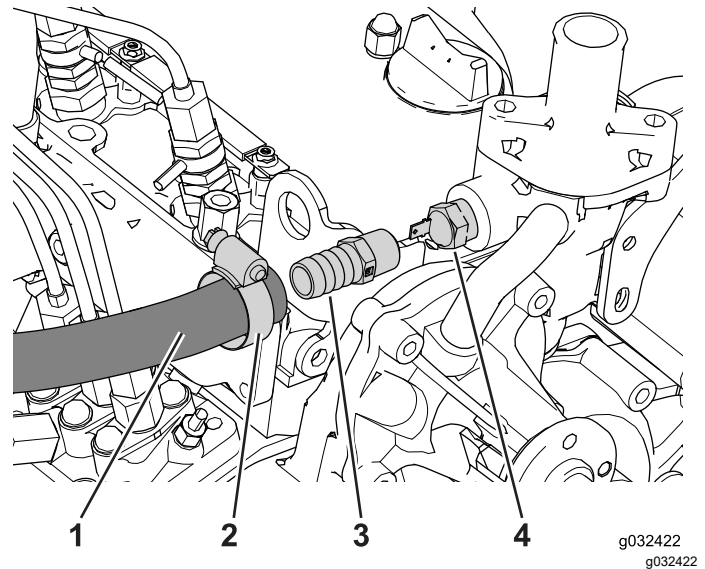

Figure 20
2. Localisez, débranchez et déposez la sonde de température (Figure 20).
6. Glissez le collier au bout du flexible (Figure 20).
7. Branchez le flexible au raccord droit et fixez-le avec le collier (½ à 1¼ po), comme montré à la Figure 20.